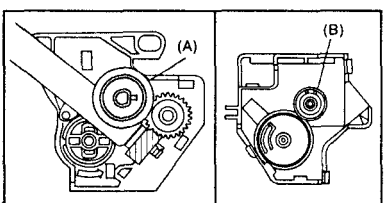

Рис. 7.27
6. Установите шестерни, как показано на рис. 7.27, 7.28.